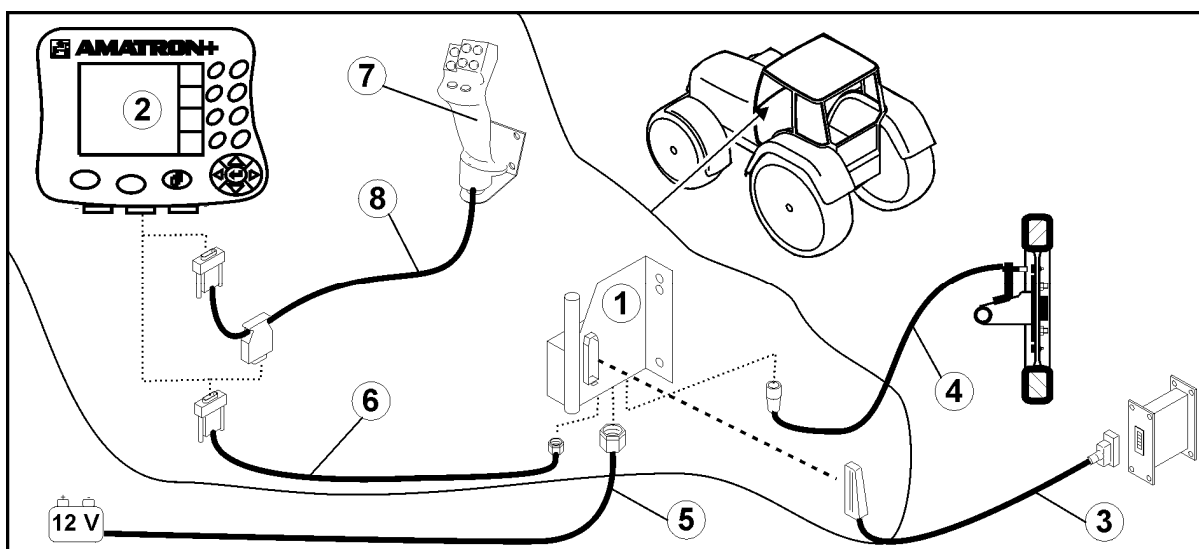
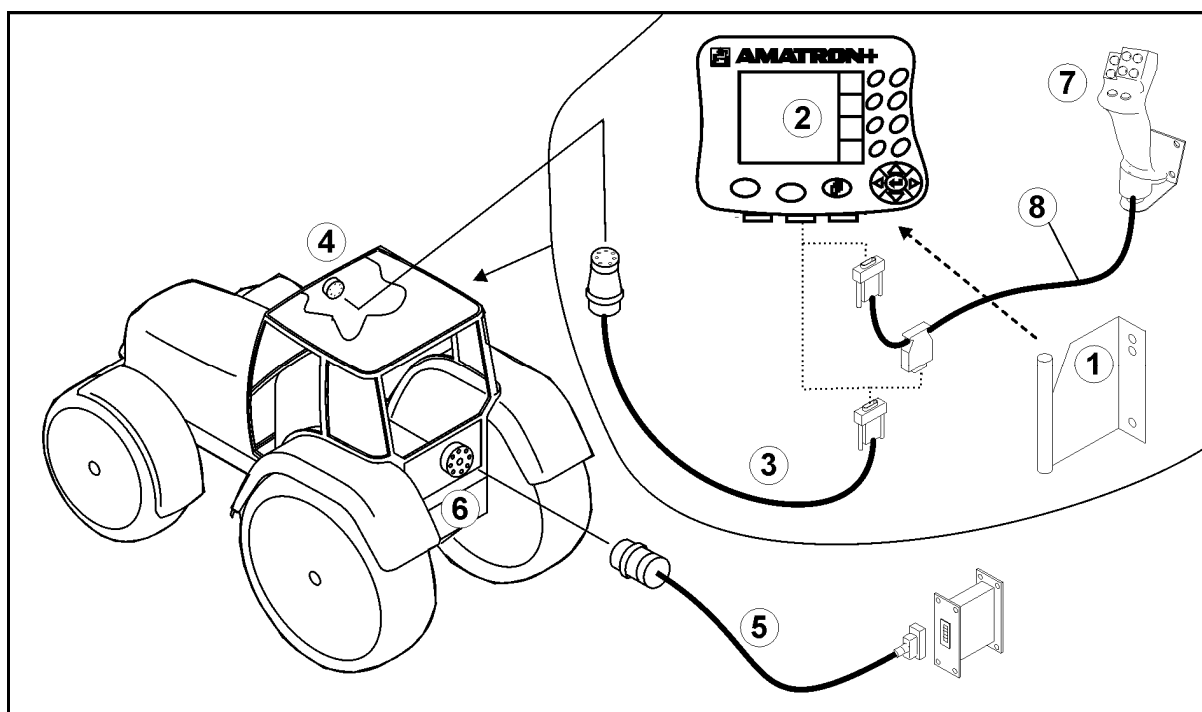

Fig. 2
Fig. 3
Ejemplo (Fig. 3/6):
El joystick multifuncional (Fig. 2/7) se conecta mediante un cable en Y (Fig. 2/8).
- El equipamiento básico del tractor (Fig. 2/1, con conexión estándar) o la consola (Fig. 3/1, con bus ISO) debe instalarse en la cabina en una zona sin oscilaciones y conductora de electricidad, dentro del alcance visual y operativo del conductor y a la derecha del mismo.
- Cable de conexión de la batería (Fig. 2/5).
- Cable de señal del enchufe de la señal del tractor o sensor de recorrido (Fig. 2/4).
- Cable de conexión con **AMATRON+** (Fig. 2/6).
- Enchufar el **AMATRON+** (Fig. 2/2) al equipamiento básico del tractor.
- Introducir la clavija del cable de conexión (Fig. 2/6) en el casquillo intermedio Sub-D de 9 polos (Fig. 1/1)
- Conectar la máquina a través del conector de la máquina (Fig. 2/3) con el **AMATRON+**.
- Conectar el **AMATRON+** (Fig. 3/2) a la consola (Fig. 3/1).
- Conectar el **AMATRON+** por medio del conector central Sub-D de 9 polos (Fig. 1/1) con cable de conexión (Fig. 3/3) al enchufe de terminal del bus ISO (Fig. 3/4).
- Conectar la máquina, mediante el cable de conexión de aparatos, (Fig. 3/5) con el enchufe del bus ISO (Fig. 3/6).